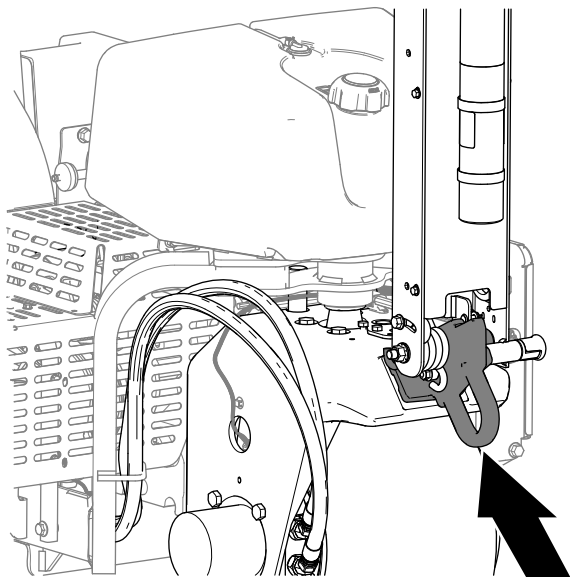

図 128
- 牽引する場合は、マシン前部にあるロープ掛け用のアイを使用する 図 128。